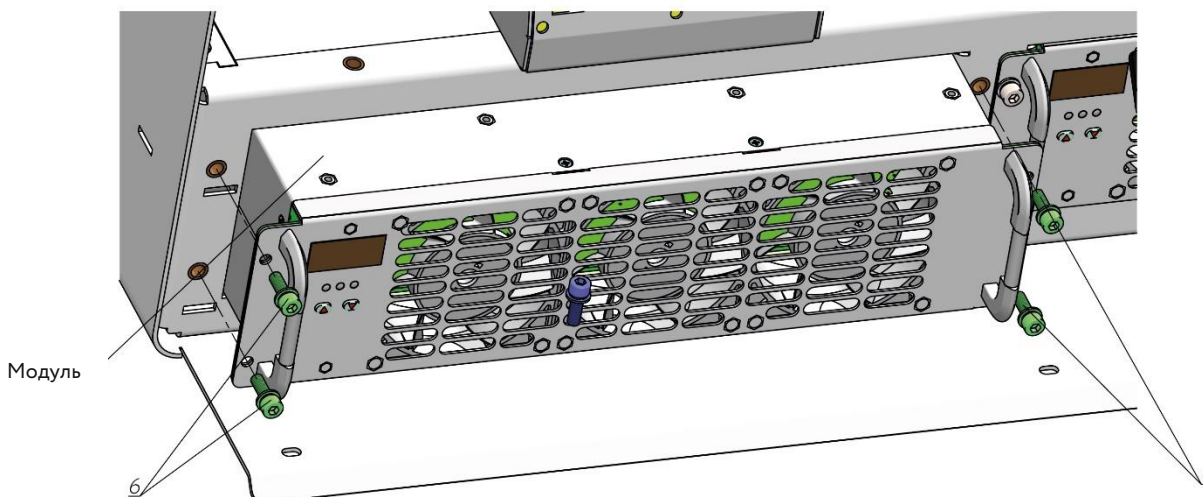

Рисунок 5.11. Місце встановлення модулю в станції (6 – гвинт М5)
- 3) Встановити модуль в каркас станції (Рисунок 5.11). Встановлювати модулі краще вдвох плавно знизу вгору так, щоб екран модуля розташовувався ближче до передньої частини ЗС;